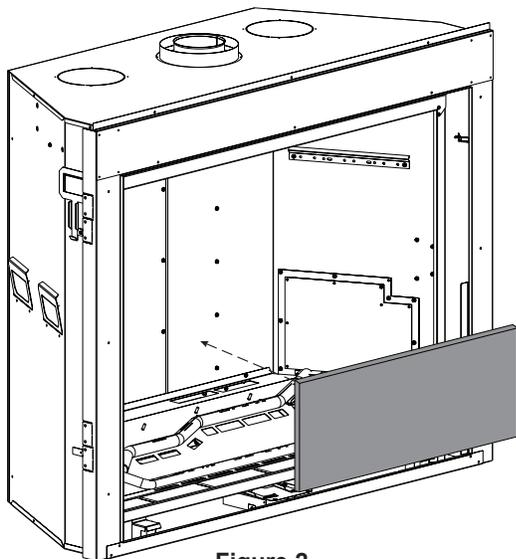

Figure 2
1. Placer le PANNEAU DU BAS ARRIÈRE sur le mur du fond de la chambre de combustion en le maintenant en place d'une main. **Voir Figure 2.**